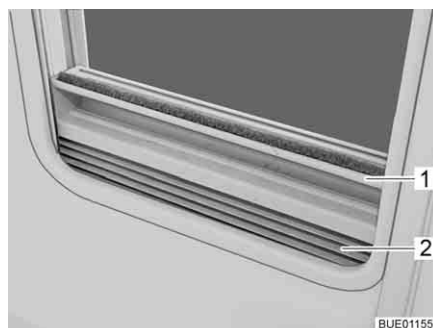

Fig. 59 Tendina oscurante pieghevole
- Afferrare la tendina oscurante pieghevole (Fig. 59,2) per la parte centrale della barra di presa (Fig. 59,1), tirarla dal basso verso all'alto e rilasciarla nella posizione desiderata. La tendina oscurante pieghevole rimane in questa posizione.